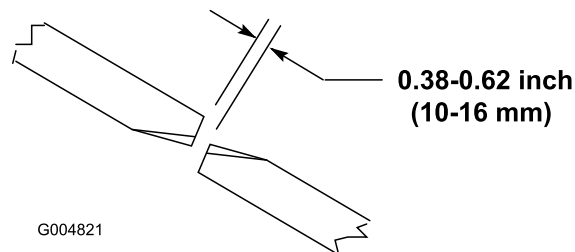

Figura 26
Per garantire il funzionamento ottimale dell'apparato di taglio occorre una luce di 10–16 mm tra la punta delle lame degli apparati di taglio laterali e quelle dell'apparato centrale (Figura 26).
2. Ruotate una lama centrale ed una laterale adiacente in modo che le punte delle loro lame siano allineate. Misurate la distanza tra le punte delle lame, che deve essere di 10–16 mm circa (Figura 26).